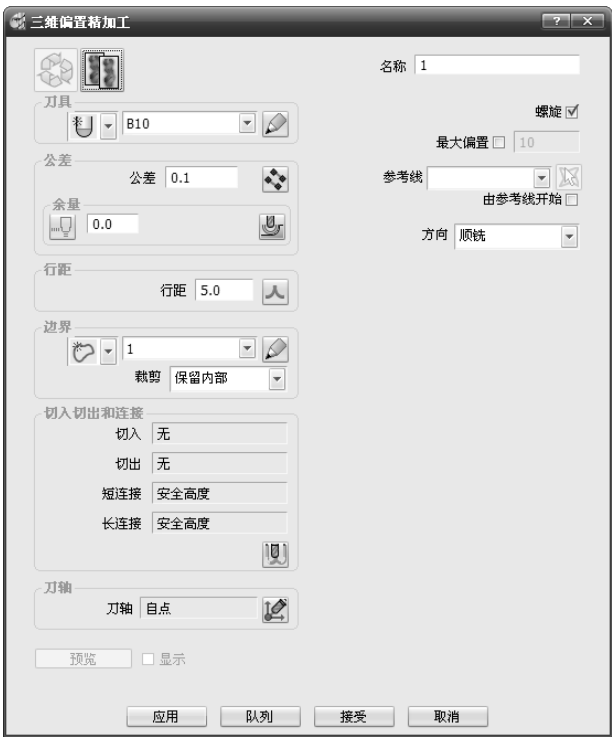

图 2-175 “三维偏置精加工”对话框
3) 单击主工具栏上的“刀具路径策略”按钮，弹出“策略选取器”对话框。单击“精加工”选项卡，选中“三维偏置精加工”选项，单击“接受”按钮，弹出“三维偏置精加工”对话框，如图 2-175 所示。